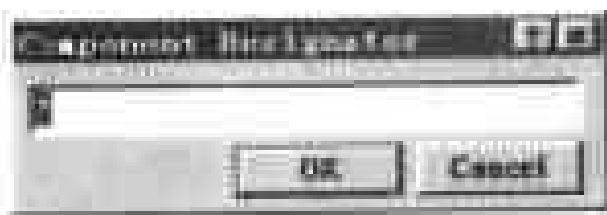

图 7-57 指定跳转的目标元件
- Component 命令——选择此命令后,弹出如图 7-57 所示的对话框。在对话框的输入框中指定跳转操作的目标元件,然后单击 OK 命令按钮,即可立即跳转到用户指定的元件处。